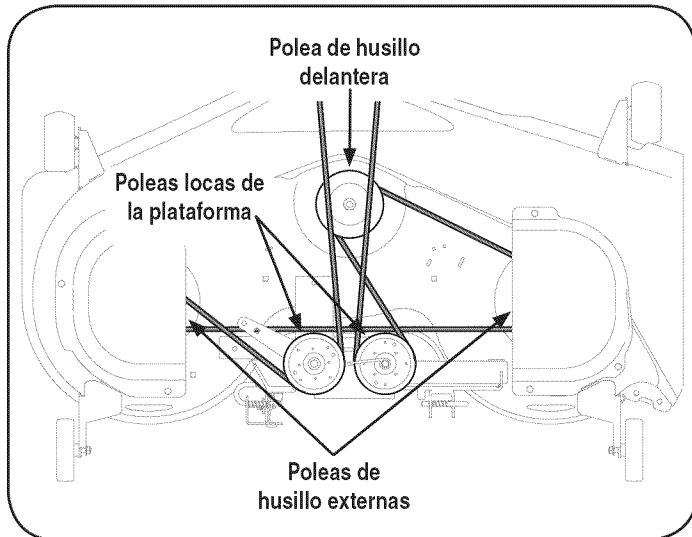

Figura 15
- Para colocar la correa nueva, comience pasándola alrededor de las dos poleas de husillo externas, luego alrededor de la polea de husillo delantera, como se ve en la Figura 15.
- Pase luego la correa alrededor de las dos poleas locas de la plataforma, como se ve en la Figura 15.